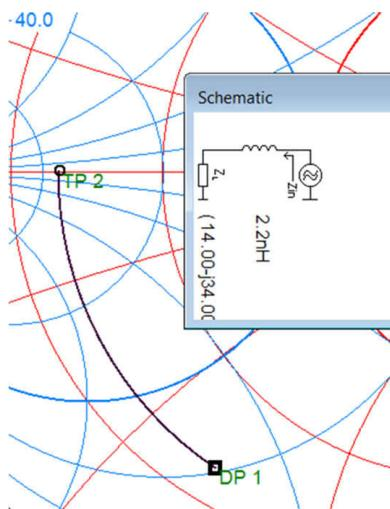

图 5-4. 将高频带匹配 L_{HIGH} : 2.2nH 和 C_{HIGH} : NC 理想值
- L_{HIGH} : 2.2nH 和 C_{HIGH} : NC；请参阅图 5-4